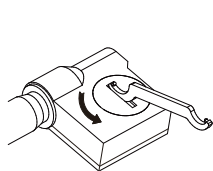

Abb.1
---Drehen Sie den Batteriefachdeckel mit dem Schraubenschlüssel gegen den Uhrzeigersinn (Abb.1), dann entfernen Sie ihn.